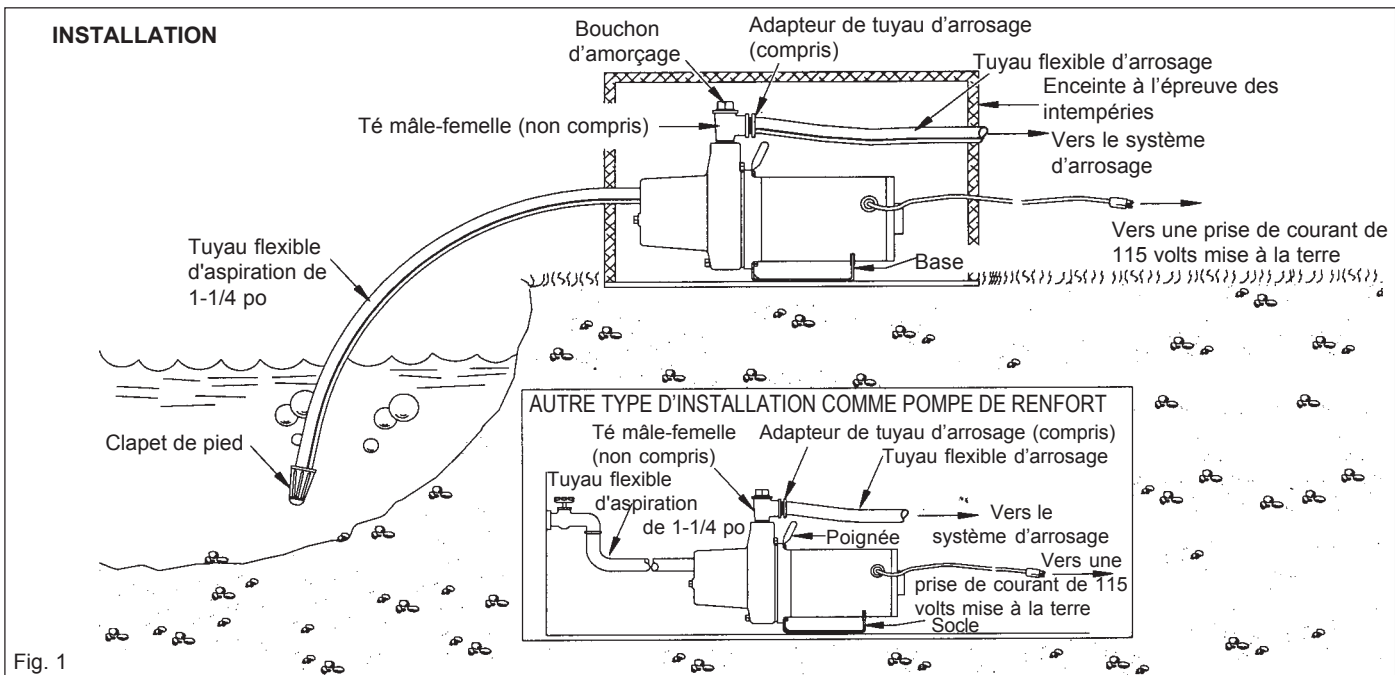

Fig. 1
c) **Canalisation de service** : La conduite d'approvisionnement devrait être raccordée de la manière illustrée dans la Figure 1. Le diamètre de cette conduite dépend entièrement de la quantité d'eau requise et de la longueur du tuyau. Le diamètre du tuyau choisi devrait être suffisant pour que la perte par frottement (déterminée à partir du Tableau 2) ne dépasse jamais 20 pieds (6 mètres) de refoulement.